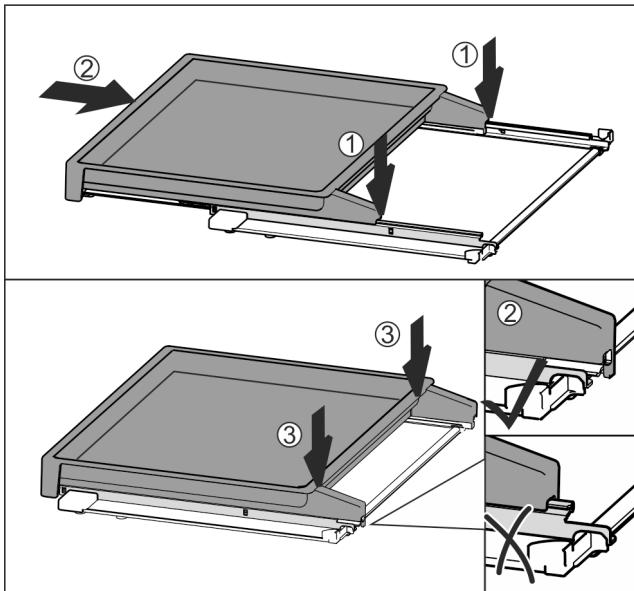

Fig. 41
- Установить по центру на направляющие Fig. 41 (1).
- Вставить вытяжную панель полностью Fig. 41 (2).
- Нажимать на задней стороне до тех пор, пока не будет слышна фиксация Fig. 41 (3).